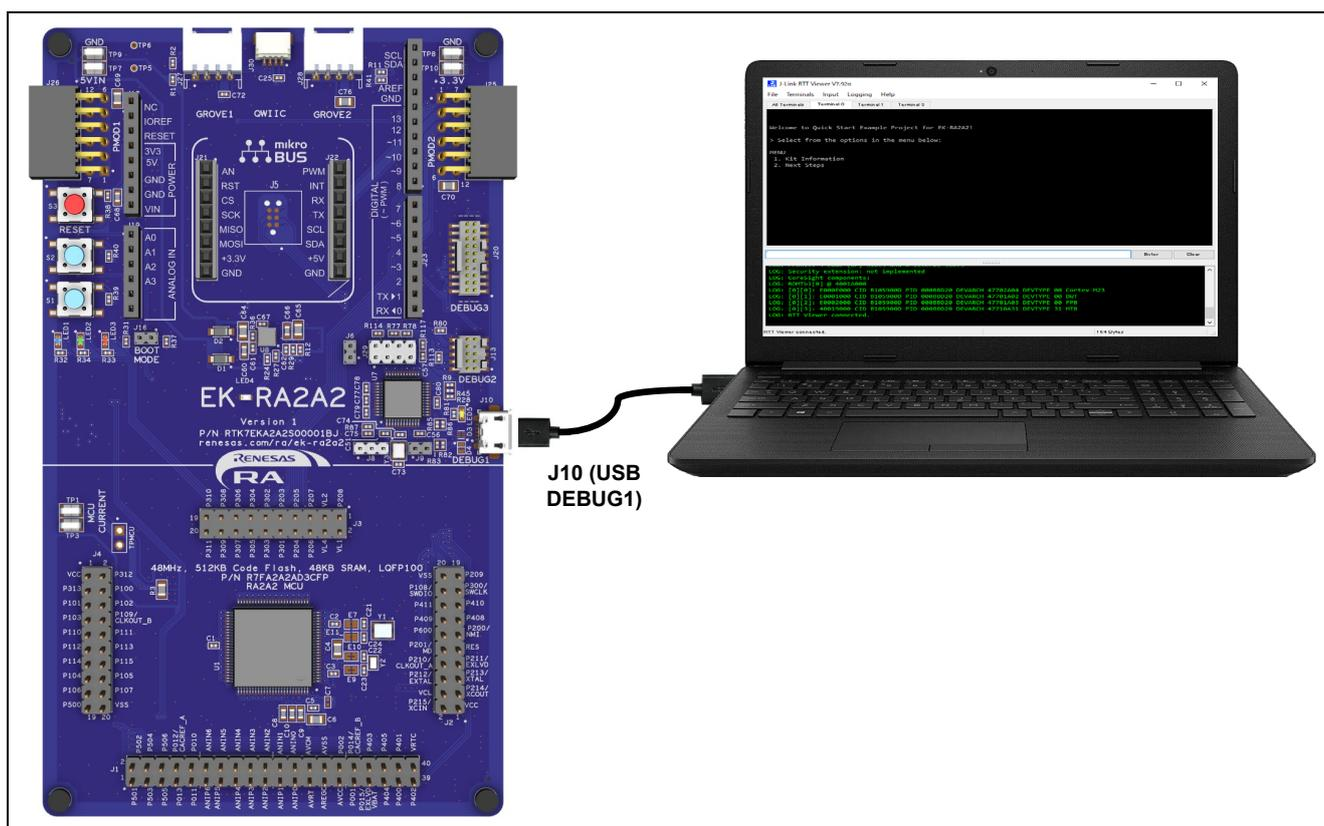

図 3. EK-RA2A2 ボードの USB デバッグポート (J10) をホスト PC に接続
1. 図 3 で前述したように、PC からの USB ケーブルを EK-RA2A2 ボードの USB デバッグポート (J10) に接続します。